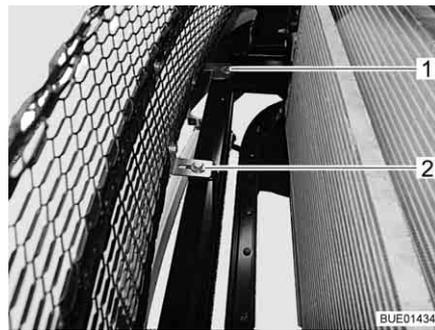

Fig. 290 Fixation du bloc avant en plastique
- Desserrer et retirer 2 vis (Fig. 290,1 et 2) et leur rondelle sur le cadre avant.
- Desserrer et retirer 2 vis (Fig. 290,4) et leur rondelle sur le bloc avant à côté de l'ouverture du compartiment moteur.